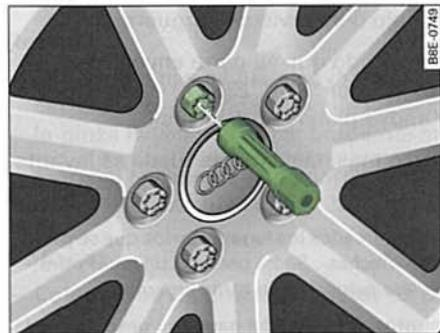

Fig. 236 Cambio de rueda: Útil de hexágono interior para girar los tornillos
- Desenrosque del todo el tornillo que se encuentra más *arriba* utilizando el **útil de hexágono interior** del mango del destornillador (herramientas del vehículo) y deposítelo sobre una superficie limpia ⇒ fig. 236.